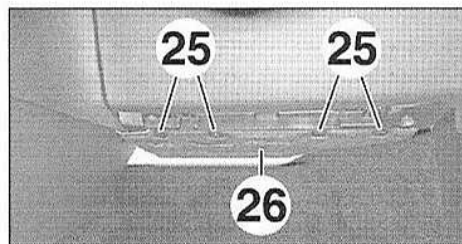

FIG.19
- Déposer (Fig.19) :
- les agrafes (25),
- la garniture inférieure droite (26).